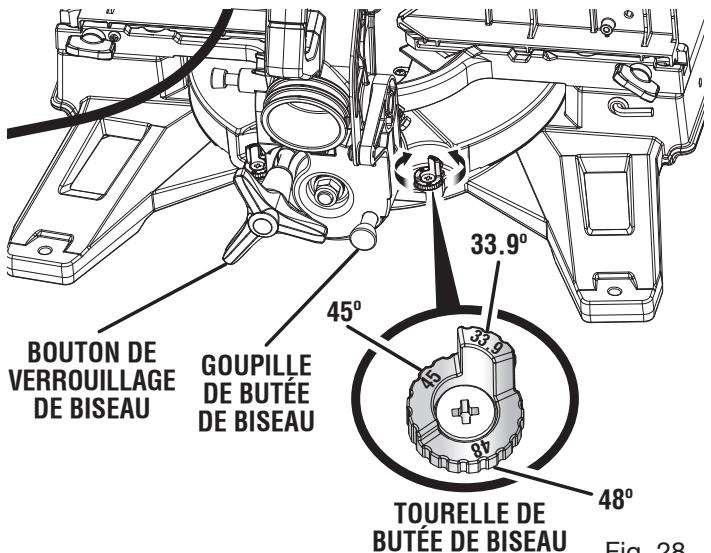

Fig. 28
**NOTE :** Utiliser la tourelle de butée de biseau pour repérer les angles de biseau de 33,9°, 45° ou 48°. Voir la figure 28.